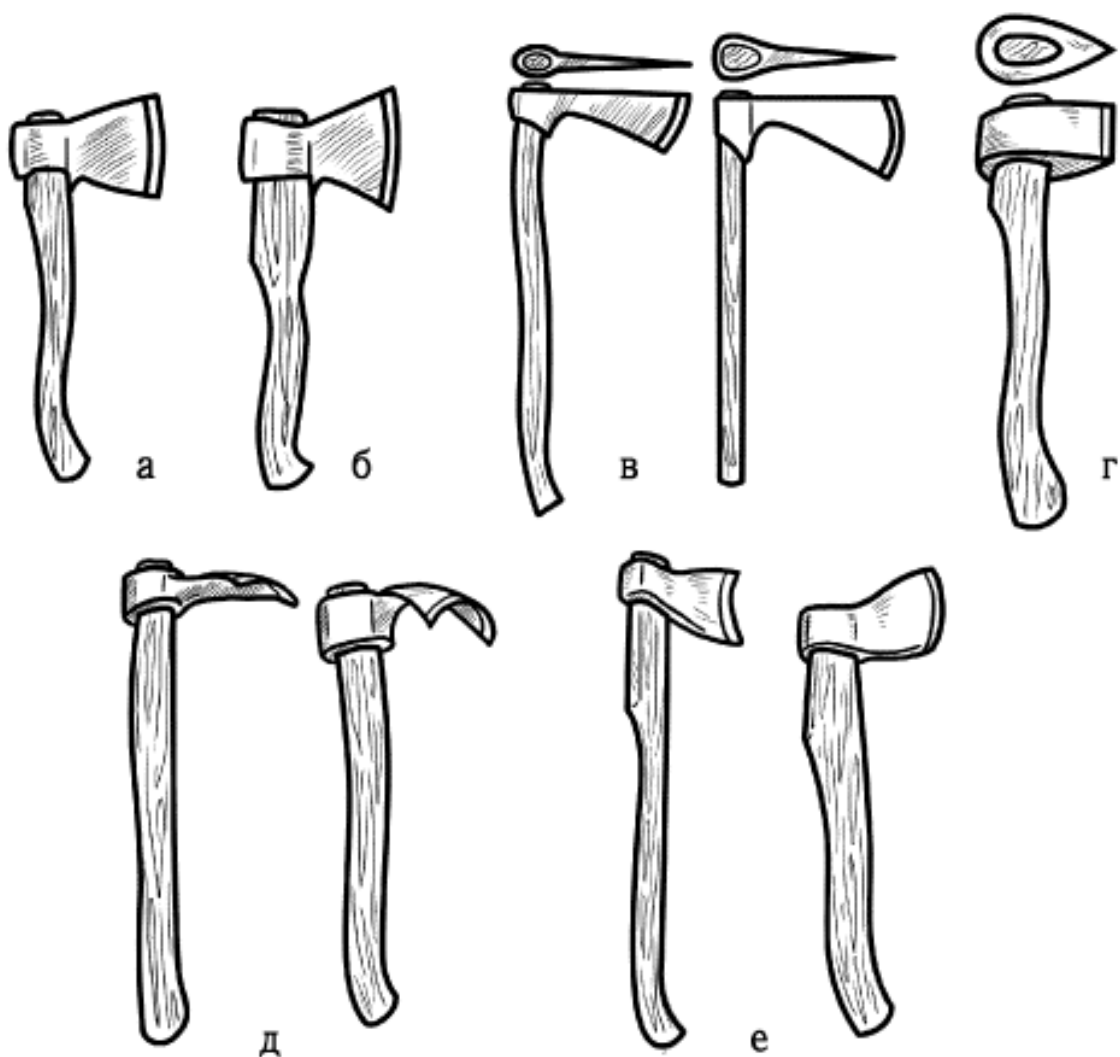

Рис. 27. Топоры: *а* – плотницкий; *б* – столярный; *в* – резчицкие; *г* – колун; *д* – тесла для выборки углублений; *е* – тесла для скульптурной резьбы
1. Топоры (рис. 27) разного размера: большие – плотницкие, маленькие – столярные, использующиеся для предварительной работы, например выявления формы крупного изделия, обруба. Потребуется и колун, которым полено легко расколоть на чурки. Разного профиля топоры-тесла предназначены для выборки углублений, используются также в скульптурной резьбе.